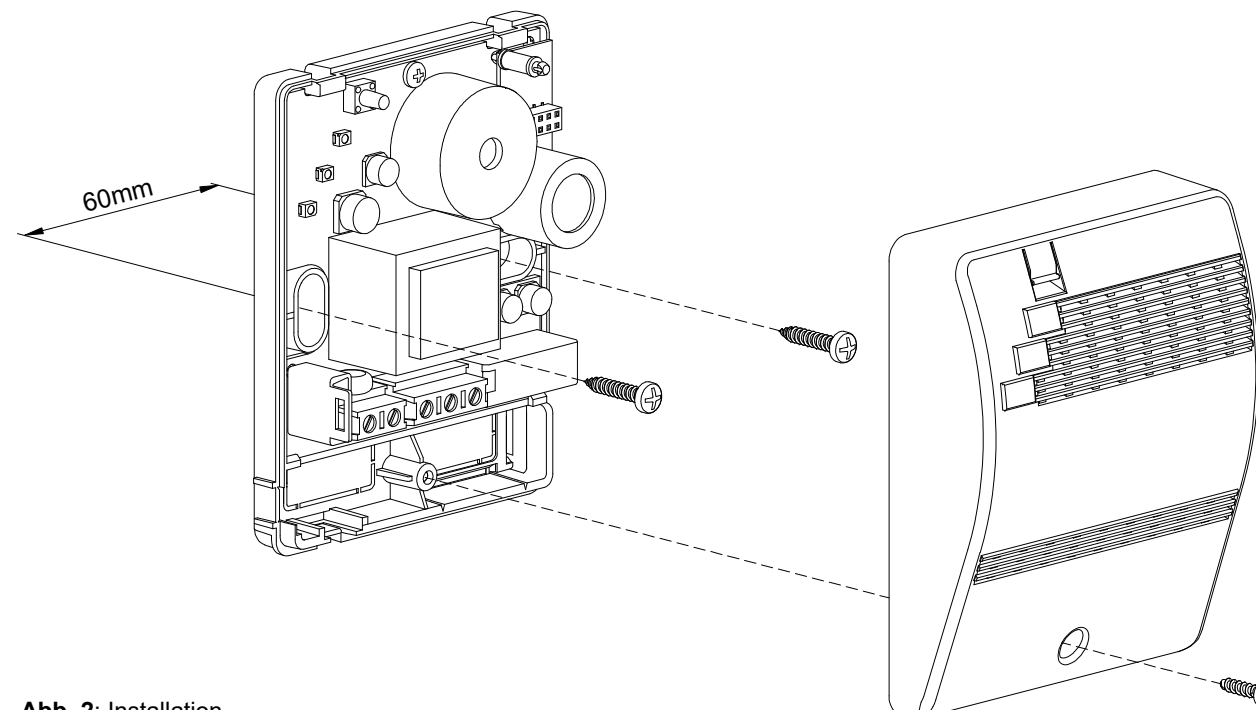

Abb. 2: Installation.
3. Entfernen Sie den Gehäusedeckel, siehe Abb. 2.